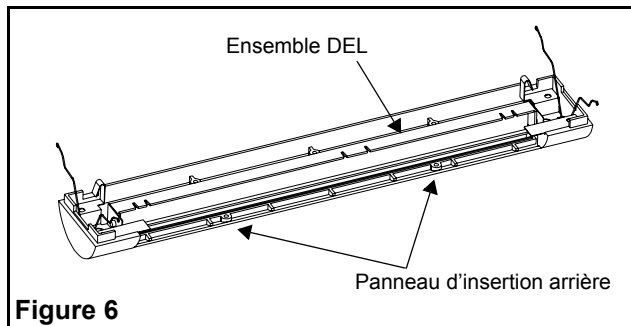

Figure 6
- b. Faire tourner l'ensemble DEL jusqu'à ce qu'un déclic se fasse entendre et que les DEL soient orientées vers l'ouverture laissée par le panneau arrière (voir fig. 6 pour situer l'ensemble DEL).